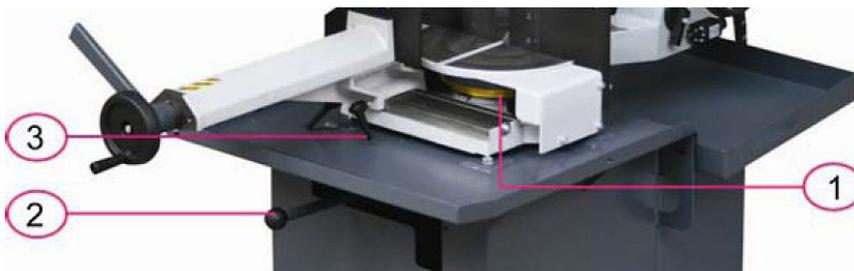

Abb. 6-4: Schnittwinkel einstellen
- Den Klemmhebel (Pos. 2, Abb. 6-4) für den Drehtisch lösen.
- Den Sägearm auf den gewünschten Winkel an der Nonius-Skala (Pos. 1, Abb. 6-4) drehen.
- Den Drehtisch in der eingestellten Position mit dem Klemmhebel (Pos. 2, Abb. 6-4) wieder arretieren.
- Lösen Sie den Schraubstock mit dem Hebel (Pos. 3, Abb. 6-4) unter dem Schraubstock.
- Den Schraubstock mit dem Hebel (Pos. 3, Abb. 6-4) verriegeln.